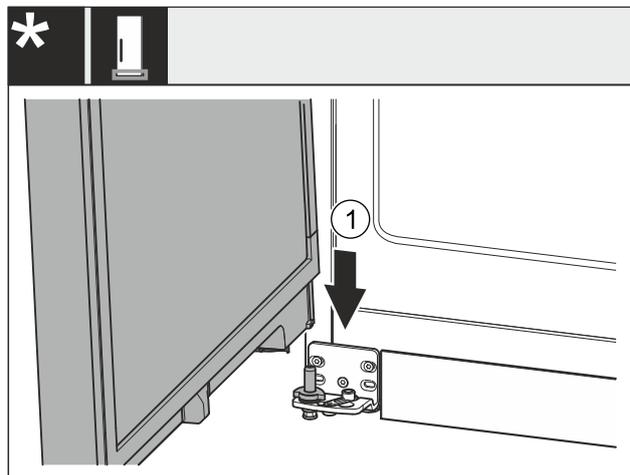

Fig. 43 *
- ▶ Inserire la porta dall'alto sul perno di supporto Fig. 43 (1) inferiore.*